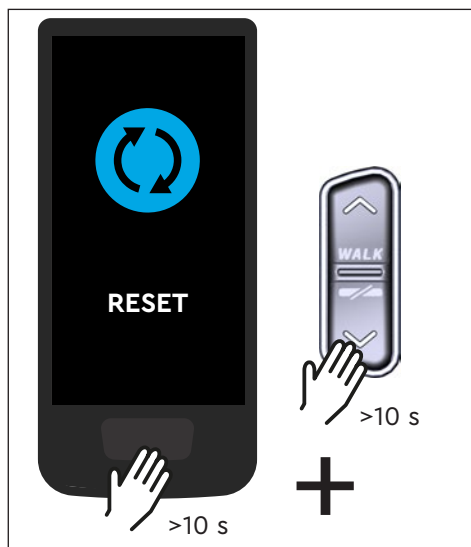

Fig. 10: Restablecer los ajustes de fábrica
- ▶ Mantenga pulsado el botón en el mando Display y el botón ABAJO en el mando Remote durante al menos 10 s, primero se indica el modo de configuración y a continuación RESET (véase Fig. 10).